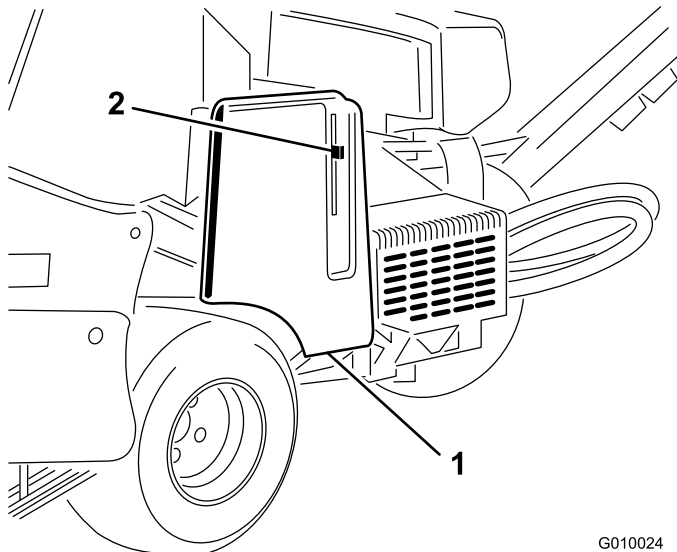

Figura 17
2. Abra la cubierta de la correa y retírela (Figura 17).